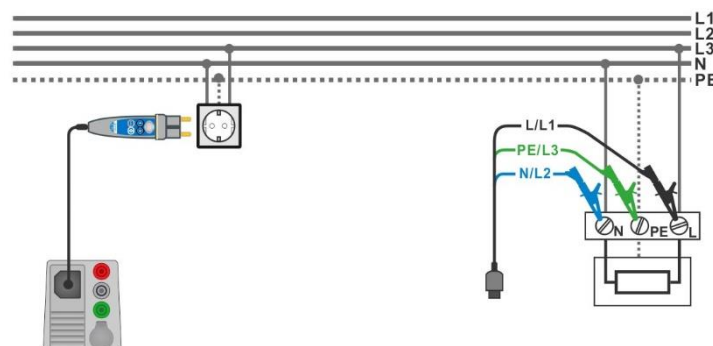

Abbildung 7.41: Anschluss des Commander-Prüfsteckers und des 3-Leiter Prüfadapters
- › Schließen Sie den 3-Leiter Prüfadapter oder den Commander Prüfstecker am Prüfling an, siehe **Abbildung 7.41**.